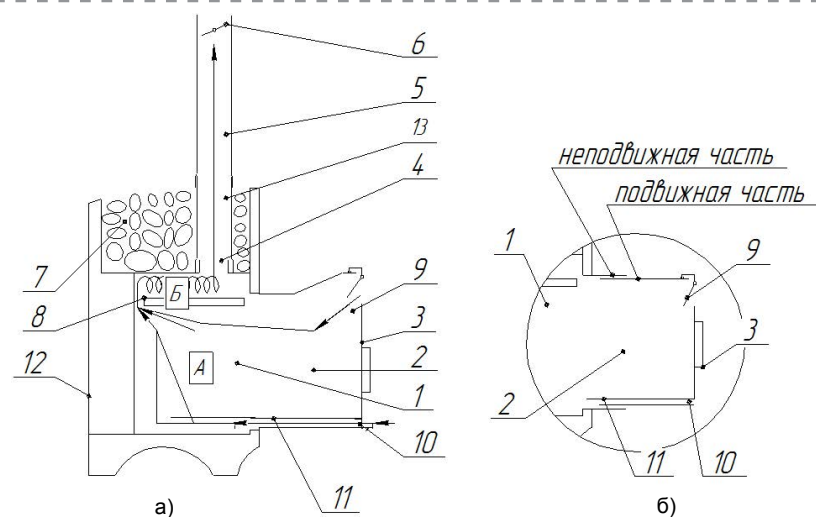

Рисунок 4.1.1. Принципиальные схемы. а) печь с открытой каменкой (экран), б) телескопический тоннель
**4.1.** Печи для сауны с открытой каменкой (рис. 4.1.1) включает следующие основные элементы:
**Внимание! Позиция (20) ПиФ является опцией и в комплект печи не входит.**
**4.3.** Тоннель (2) проходного сечения выполнен из жаропрочной нержавеющей стали. Предусмотрены два варианта исполнения тоннеля: цельнометаллический (рис. 4.1.1.(а) и 4.1.2.(а) и телескопический (рис. 4.1.1.(б) и 4.1.2.(б)). Телескопический тоннель облегчает монтаж печи, однако в такой тоннель можно установить светопрозрачный экран лишь небольшого размера (200x180 мм). В цельнометаллическом тоннеле увеличивают входное окно, следовательно, в него можно установить экран большего размера (340x310 мм). В тоннеле снизу смонтирован дополнительный воздухозаборник, который предназначен для более интенсивного дожигания дров в самой нижней части топки на завершающей стадии горения.